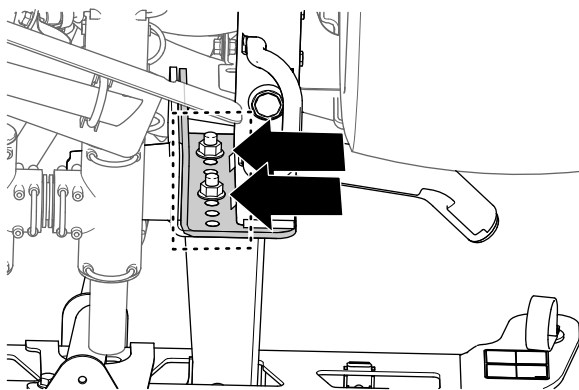

図 46
3. フランジヘッドボルト ½ x 1¼" 4本とフランジロックナット ½" 4個でセンターブームのサポートブラケットを機体の取り付けプレートに固定している穴の位置を、テープなどでマーキングする 図 46。